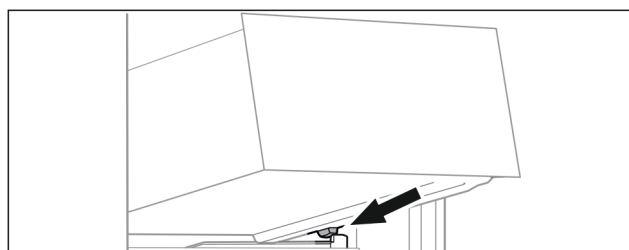

Fig. 57
► Nasadte zásuvku šikmo za zarážky na žebrování na nádoby. (viz Fig. 57)